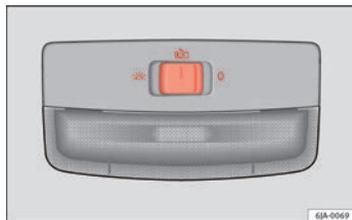

Fig. 61 Illuminazione interna– variante 2
- Ruotare l'interruttore delle luci nella posizione  ⇒ fig. 61.